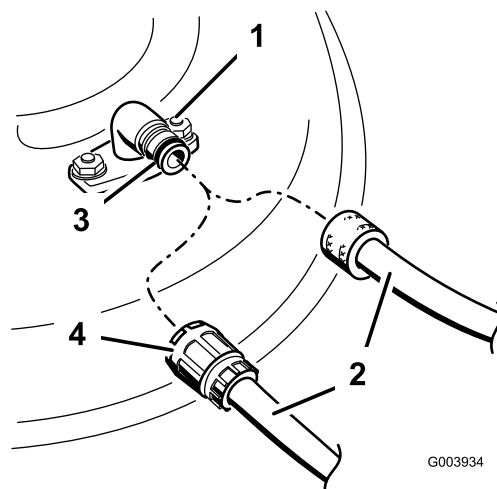

Figura 29
4. Conecte una manguera al conector de lavado, y abra el grifo al máximo (Figura 29).